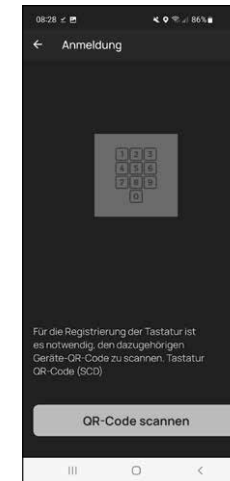

Abb. 7
- 9 Sie erhalten eine Aufforderung, den mitgelieferten QR-Code für die Tastatur mit der Kamera des Smartphones einzuscannen. Der QR-Code befindet sich auf dem QR-Code Aufkleber, welcher der Verpackung beiliegt (Abb. 7).
- 10 Tippen Sie auf „QR-Code scannen“ (Abb. 7). Ggf. werden Sie aufgefordert, den Zugriff der App auf die Kamera zu bestätigen.